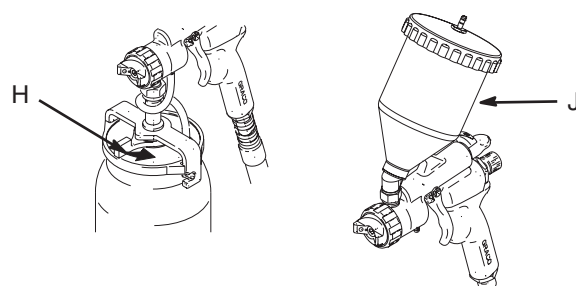

Рис. 4
Заполняйте колпачок на 3/4, чтобы трубка создания давления воздуха оставалась чистой. Установите крышку. Защелкните нижнюю крышку колпачка (H) для ее фиксации на колпачке. Рис. 4. Деталь (J) имеет резьбовые элементы для фиксации ее на своем месте в колпачке.